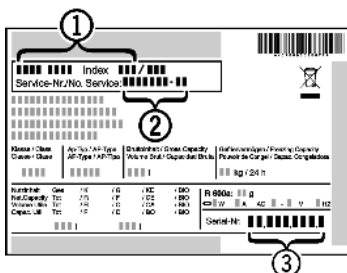

Fig. 7
- ▶ Odczytać z tabliczki znamionowej oznaczenie urządzenia Fig. 7 (1), nr serwisowy Fig. 7 (2) oraz numer seryjny Fig. 7 (3). Tabliczka znamionowa znajduje się po lewej stronie wewnątrz urządzenia.
- ▶ Poinformować serwis i podać opis zakłócenia, oznaczenie urządzenia Fig. 7 (1), nr serwisowy Fig. 7 (2) oraz numer seryjny Fig. 7 (3).